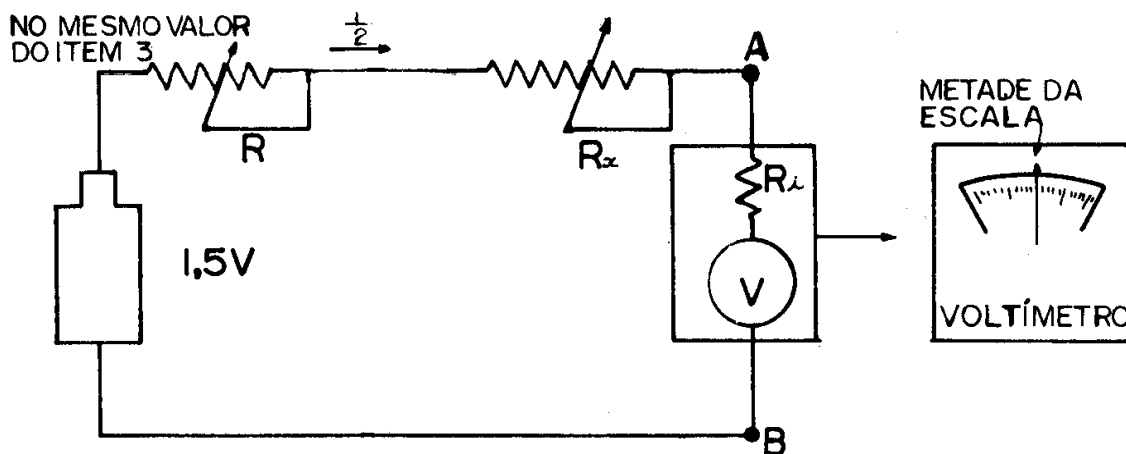

Fig. 4
4) Mantendo-se R no valor do item 3, insere-se um resistor variável R_X^* em série no circuito (Fig. 4). O valor inicial de R_X , para escalas de milivolt do voltímetro do qual se quer medir a resistência interna R_i , está em torno de 1500Ω . Ajusta-se o valor de R_X para que o voltímetro indique a metade da escala.